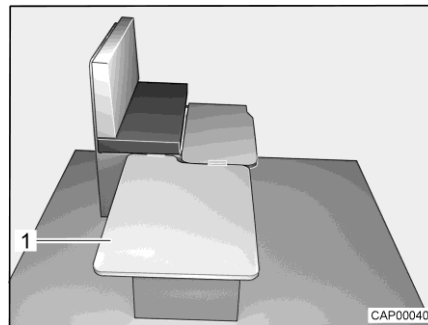

Fig. 49 Pendant la transformation
- Accrocher la planche amovible (Fig. 49,1) le long de la banquette et la poser sur la table.